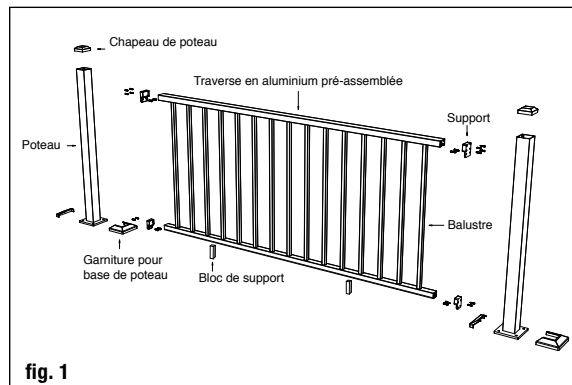

fig. 1
Step 6 Measure the distance between installed posts to determine the length of the top and bottom rails (fig.1). Position rail adjacent to installed posts. The distance between the post and the first baluster should be less than 4" and equal on both ends. Mark the length on top and bottom rails. Remove an additional 1/2" on both ends (1" overall) for the bracket to fit between the rail and post. Trim the top and bottom rails to length.
Étape 6 Mesurez la distance entre les poteaux installés pour déterminer la longueur des rampes du haut et du bas (fig. 1). Disposez la rampe de manière adjacente aux poteaux installés. La distance entre le poteau et le premier balustre devrait être inférieure à 4 po et égale aux deux extrémités. Marquez la longueur sur les rampes du haut et du bas. Retirez 1/2 po en plus aux deux extrémités (1 po en tout) pour que le support s'ajuste entre la rampe et le poteau. Taillez les rampes du haut et du bas selon la longueur.
Paso 6 Mida la distancia entre los postes instalados para determinar la longitud de los barandales superior e inferior (fig. 1). Coloque el riel adyacente a los postes instalados. La distancia entre el poste y el primer balaustre debe ser menos de 10.2 cm (4 pulg.) e igual en ambos extremos. Marque la longitud en los barandales superior e inferior. Corte 12.7 mm (1/2 pulg) adicionales de ambos extremos (2.5 cm [1 pulg.] en total) para que el soporte quepa entre el barandal y el poste. Recorte los barandales superior e inferior a la longitud deseada.